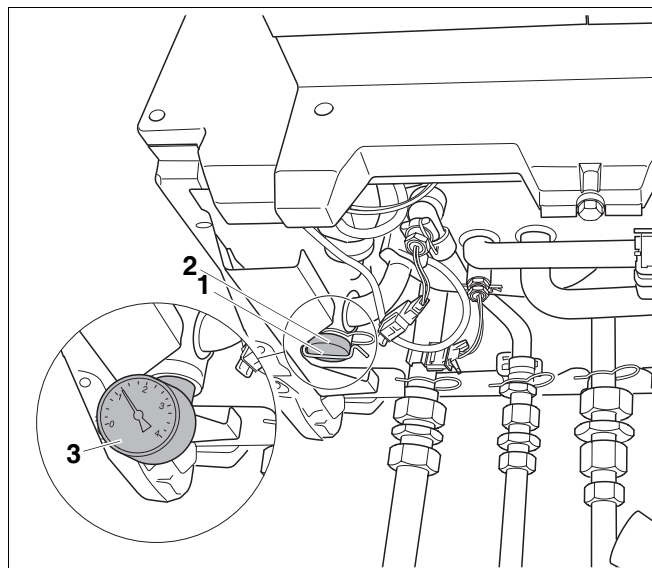

Bild 12 Manometer montieren
- Sicherungsfeder (→ Bild 12, [1]) abnehmen.
- Linken Blindverschluss (→ Bild 12, [2]) entfernen.
- Manometer (→ Bild 12, [3]) (im Lieferumfang enthalten) montieren.